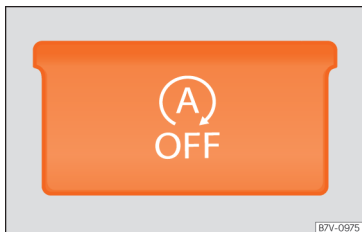

**Fig. 236** Detalle de la consola central: tecla para el funcionamiento Start-Stop.
- Para desconectar/conectar manualmente el sistema Start-Stop, pulse la tecla **fig. 236**.